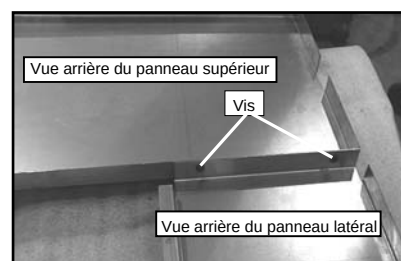

Figure 19.3
1. Fixez le panneau supérieur aux panneaux latéraux au moyen des vis fournies. **Figure 19.3**
2. Placez la bûche droite devant les 2 têtes de vis de la boîte à feu. **Figures 19.3 et 19.3.**